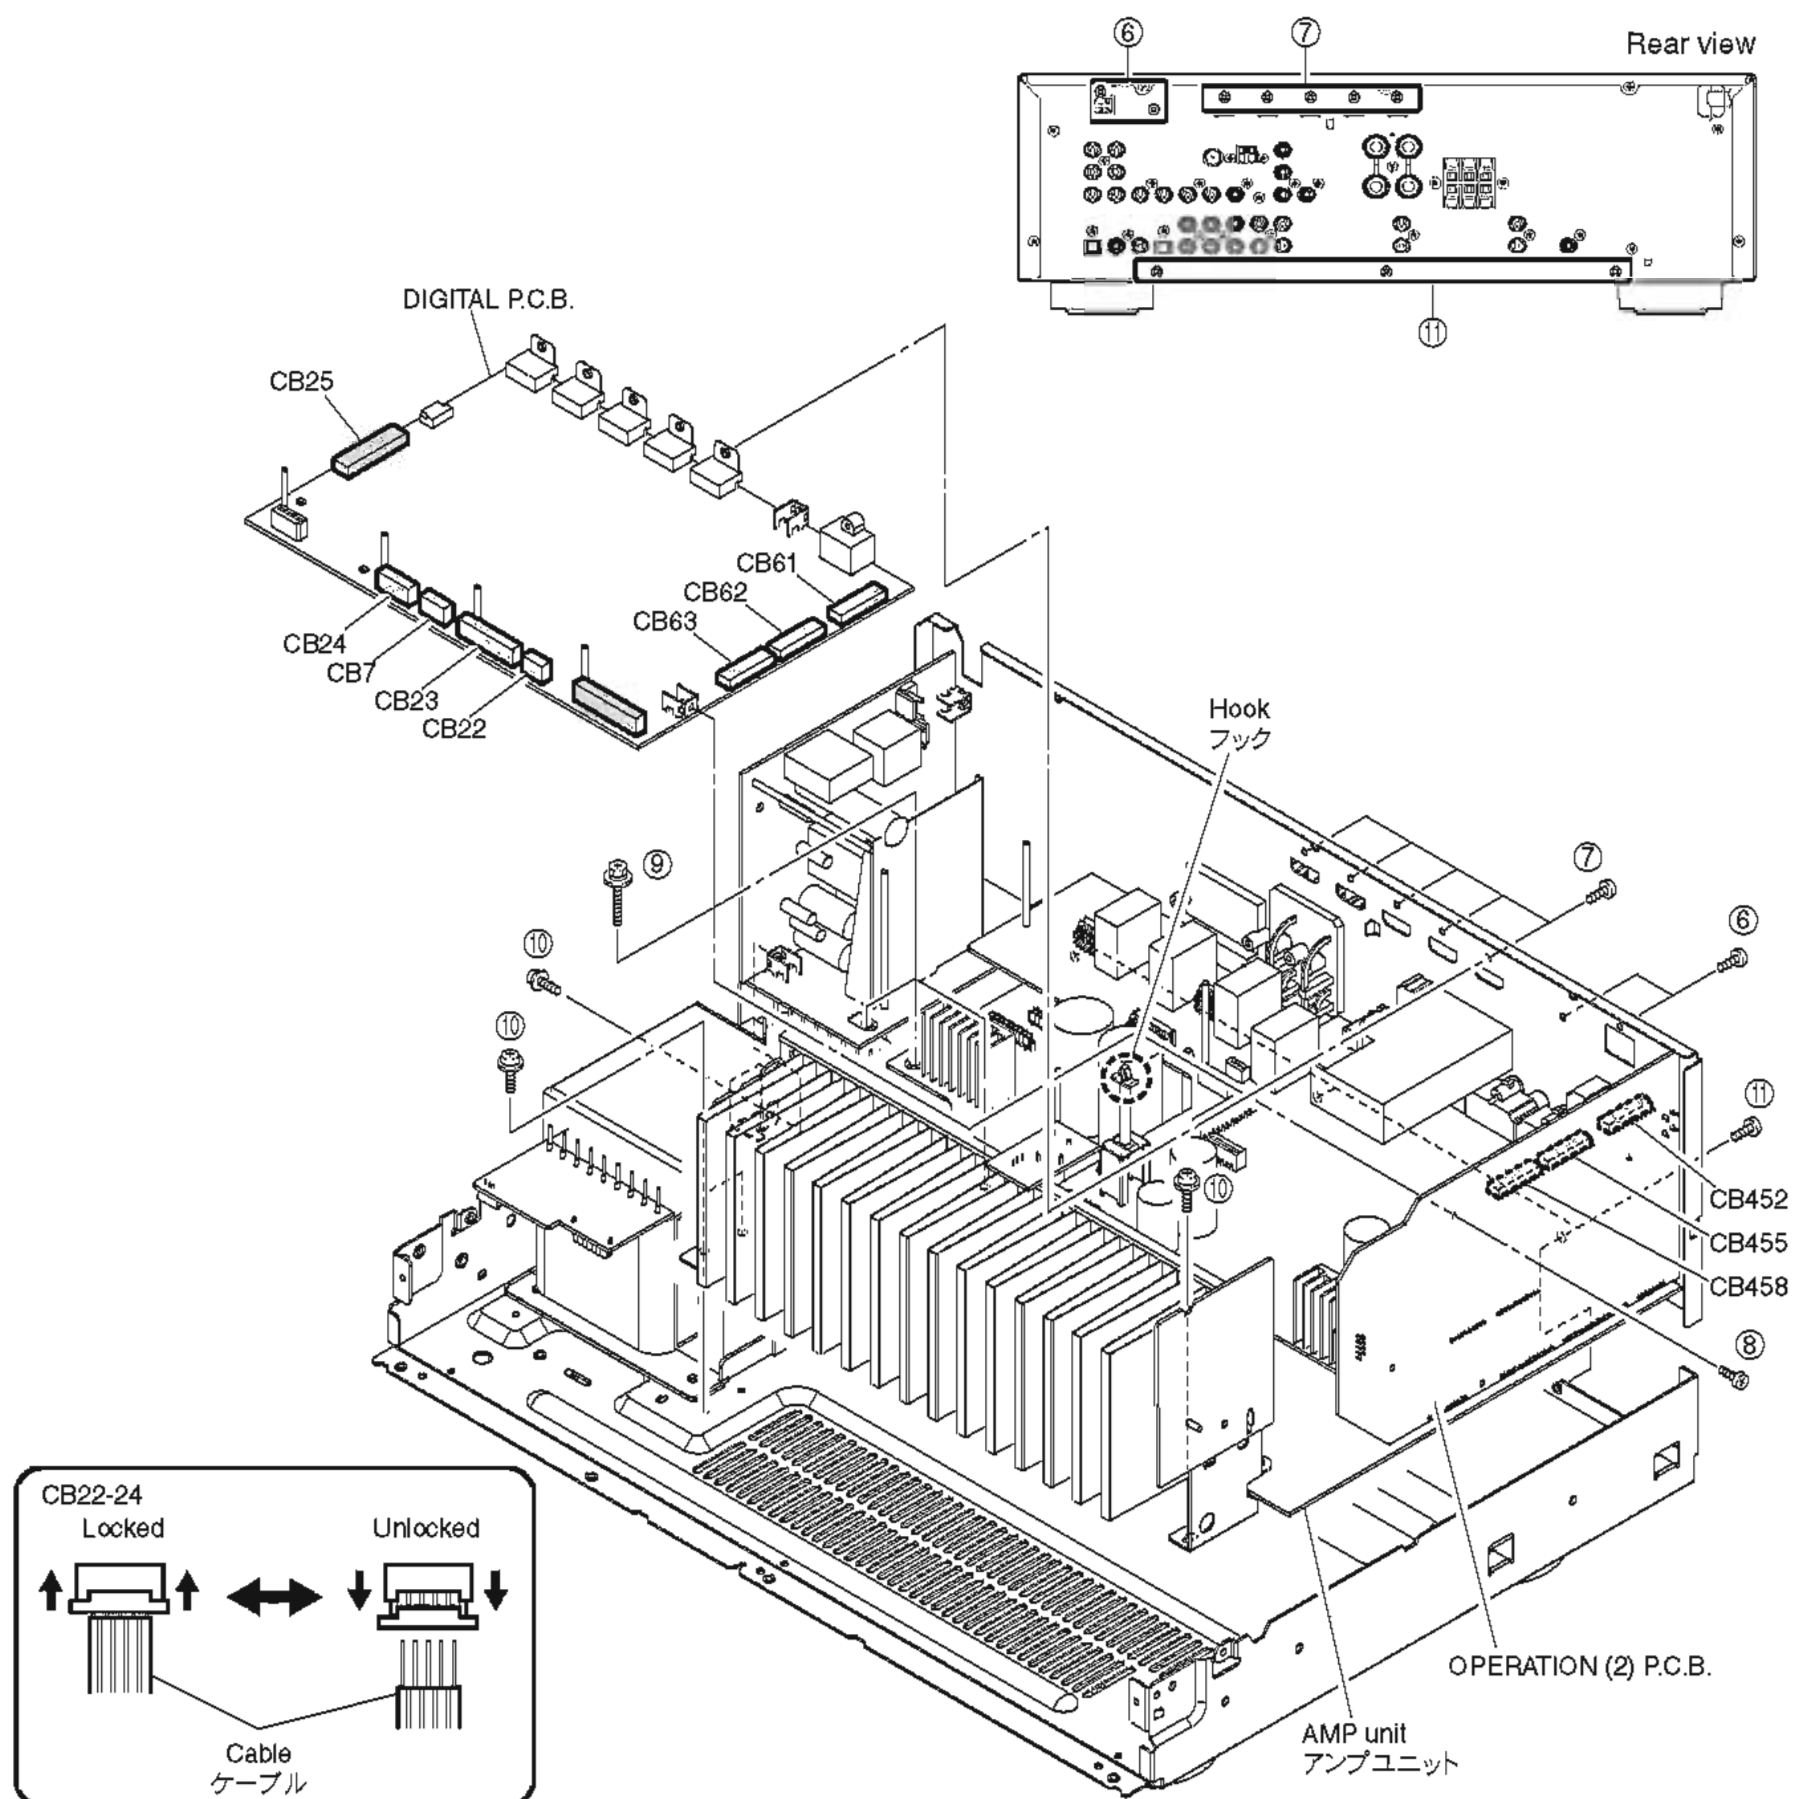

Fig. 2
- Remove 2 screws (⑥) and 5 screws (⑦). (Fig. 2)
- Remove screw (⑧). (Fig. 2)
- Remove CB7 and CB25. (Fig. 2)
- Unlock and remove CB22-24. (Fig. 2)
- Release hook. (Fig. 2)
- Remove the DIGITAL P.C.B. which is connected directly to the OPERATION (2) P.C.B. with board-to-board connectors. (Fig. 2)
- Remove 3 screws (⑨) and 4 screws (⑩). (Fig. 2)
- Remove 3 screws (⑪). (Fig. 2)
- Remove the amp unit. (Fig. 2)
- ⑥のネジ2本、⑦のネジ5本を外します。(Fig. 2)
- ⑧のネジ1本を外します。(Fig. 2)
- CB7、CB25を外します。(Fig. 2)
- ロックを外し、CB22～24を外します。(Fig. 2)
- フック1箇所を外します。(Fig. 2)
- DIGITAL P.C.B.を取り外します。ただし、DIGITAL P.C.B.はOPERATION (2) P.C.B.に基板対基板コネクタで直接接続されています。(Fig. 2)
- ⑨のネジ3本、⑩のネジ4本を外します。(Fig. 2)
- ⑪のネジ3本を外します。(Fig. 2)
- アンプユニットを取り外します。(Fig. 2)